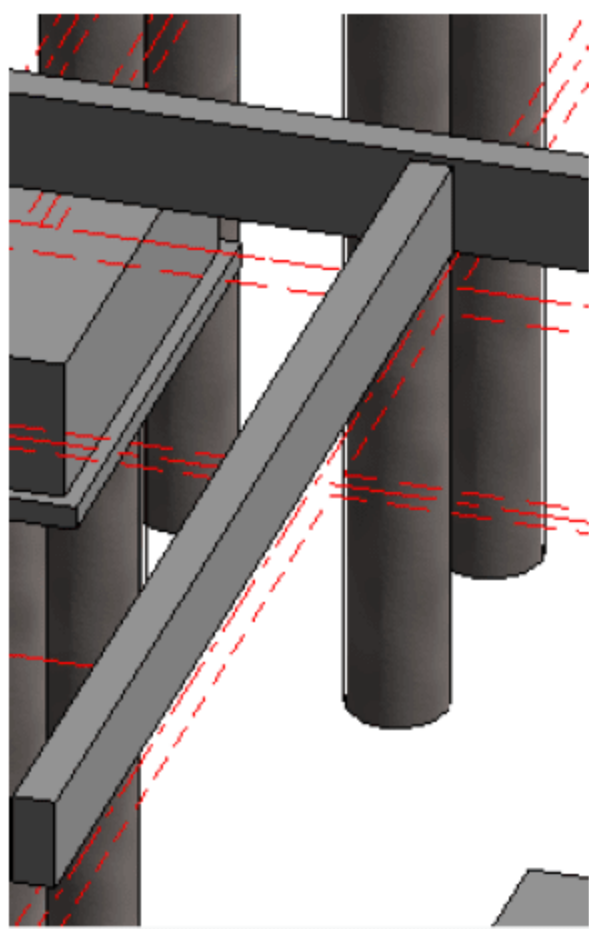

图 3.1.75 绘制 L-E2
(21) 绘制 L-E2。选择“结构”→“梁”命令，在“属性”面板中调整参数标高（基础顶面一），Z 轴偏移值 300 个单位，如图 3.1.74 所示。找到 L-E2 的位置从一侧向另一侧绘制，如图 3.1.75 所示。